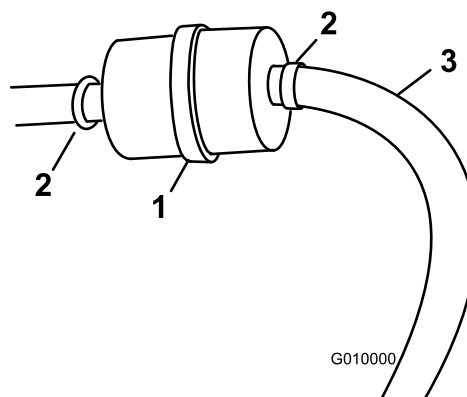

Figura 52
3. Afloje las abrazaderas y deslícelas por el tubo, alejándolas del filtro (Figura 52).
5. Instale un filtro nuevo y apriete las abrazaderas (Figura 52).
3. Afloje la abrazadera cerca del filtro de combustible y deslícela por el tubo, alejándola del filtro de combustible (Figura 52).
4. Desconecte el tubo de combustible del filtro de combustible (Figura 52).
Nota: Deje fluir la gasolina a una lata u otro recipiente apropiado (Figura 52).
5. Instale el tubo de combustible en el filtro de combustible. Acerque la abrazadera al filtro de combustible para fijar el tubo de combustible (Figura 52).